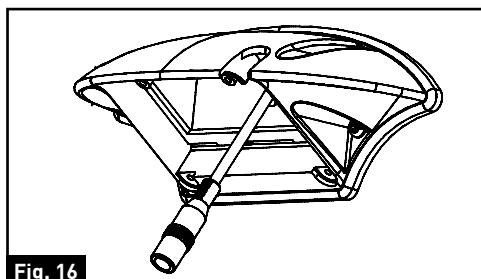

Fig. 16
8. Retirez le câble d'alimentation de la caméra en laissant environ 2 po de mou. (Fig. 16)